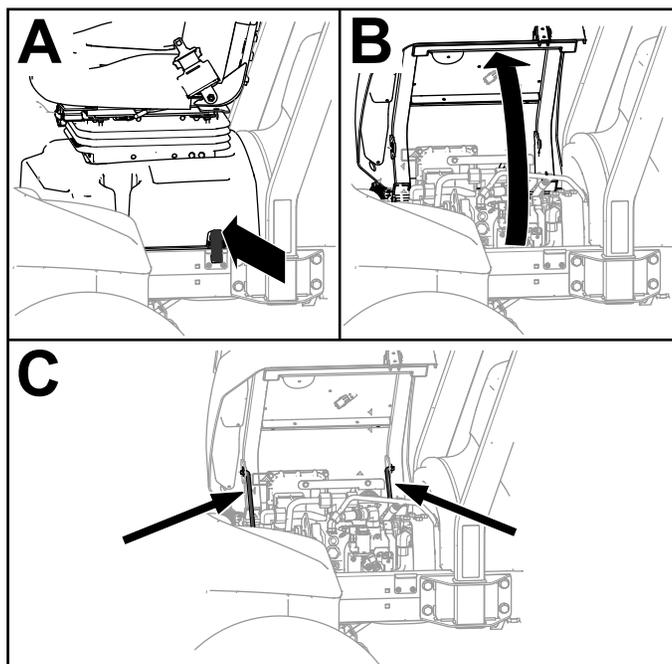

図 68
1. シートベースのラッチを外す 図 68のA。
2. シートとベースを傾けて開く (図 68のB)。
3. ロッドで支える 図 68のC。